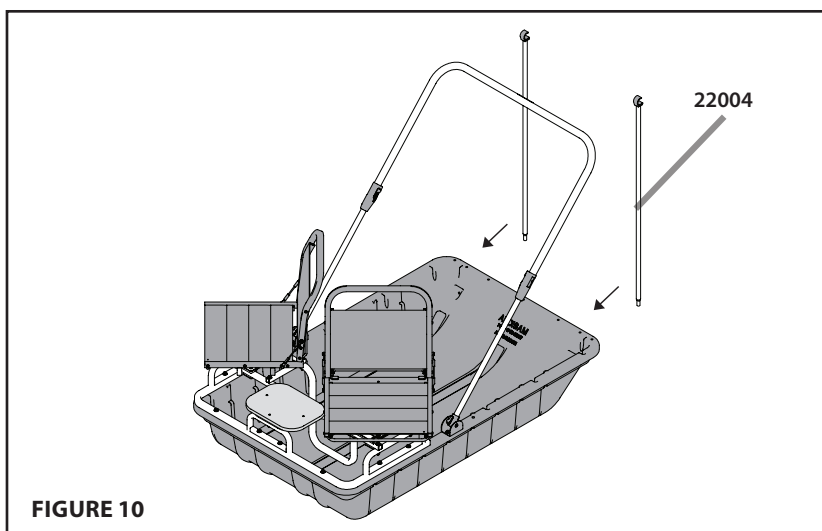

FIGURE 10
10. [FIGURE 10]
Entrer dans l'abri et mettre en place les barres d'écartement arrière (22004) entre l'arceau (21950) et le traîneau, comme sur la Figure 10 plus haut dans ce manuel.